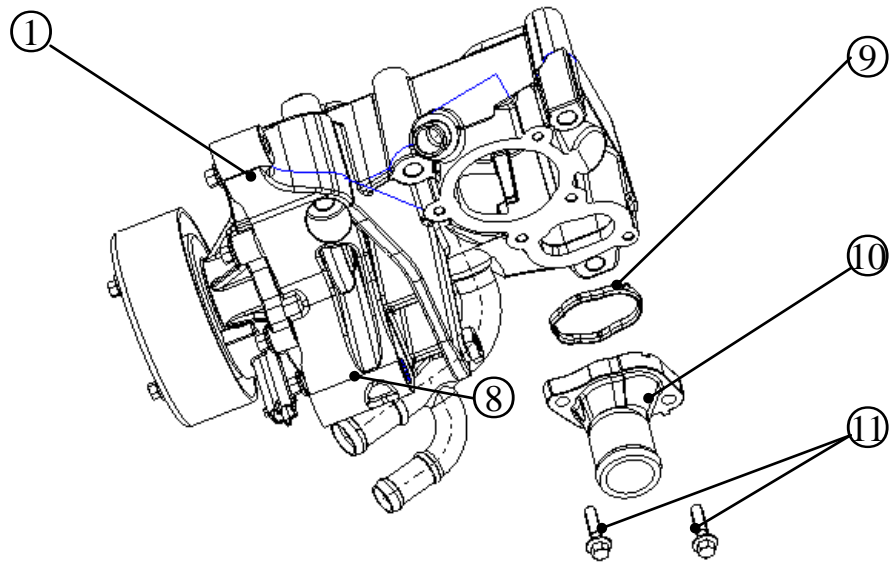

图 L-3 发动机出水口盖装配图
- 1)、检查电子调温器⑦密封圈是否损坏，是否安装到位。
- 2)、电子调温器总成⑦装到水泵和模块总成①上，将 3 个六角法兰面螺栓⑧预拧 2~3 牙，并使用扳手预拧紧，再使用定扭矩扳手按顺序（1-2-3-1）装配(如图 L-3 所示)，拧紧力矩 $9.5 \pm 1.5\text{Nm}$ 。
- 1)、将两个定位套—凸轮轴承盖④装入水泵和模块总成①对应销孔，见图 L-3。